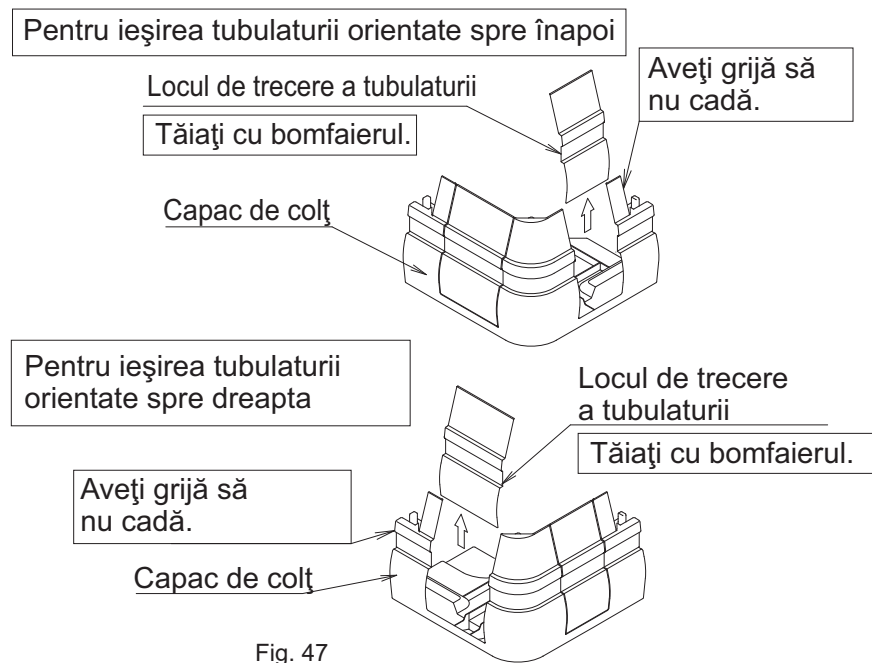

Fig. 47
- Pentru ieșirea tubulaturii îndreptate înapoi și spre dreapta, tăiați capacul de colț așa cum este prezentat în Fig. 47 și îndepărtați-l.